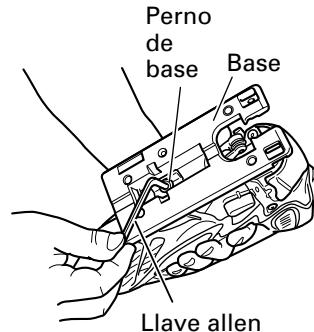
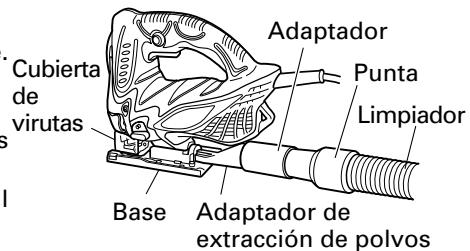

Fig. 10
Fig. 18
- Afloje el perno de base con la llave allen provista en la base. (Fig. 10)
NOTA: Para cortar con precisión utilizando la guía (Fig. 10), ajuste siempre la posición orbital a "0".
- (1) Afloje el perno de base con la llave allen provista en la base y mueva la base completamente hacia adelante. (Fig. 10, 11)
- (3) Apriete de nuevo el perno M5. (Fig. 10)
- (4) Ajuste la posición orbital a "0".
- (1) Retire la llave allen de la base.
- (2) Mueva la base completamente hacia adelante. (Figs. 10, 11)
- (3) Fije la cubierta de virutas.
- (4) Conecte el adaptador de extracción de polvos con el adaptador. (Fig. 18)
- (5) Conecte el adaptador con la punta del limpiador. (Fig. 18)